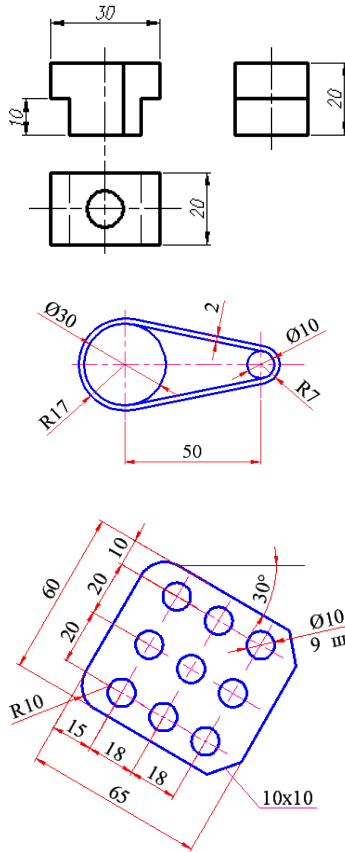

Рис. 5. Креслення для закріплення навичок
3. Виконайте наступні креслення (рис. 5), використовуючи вивчені інструменти: